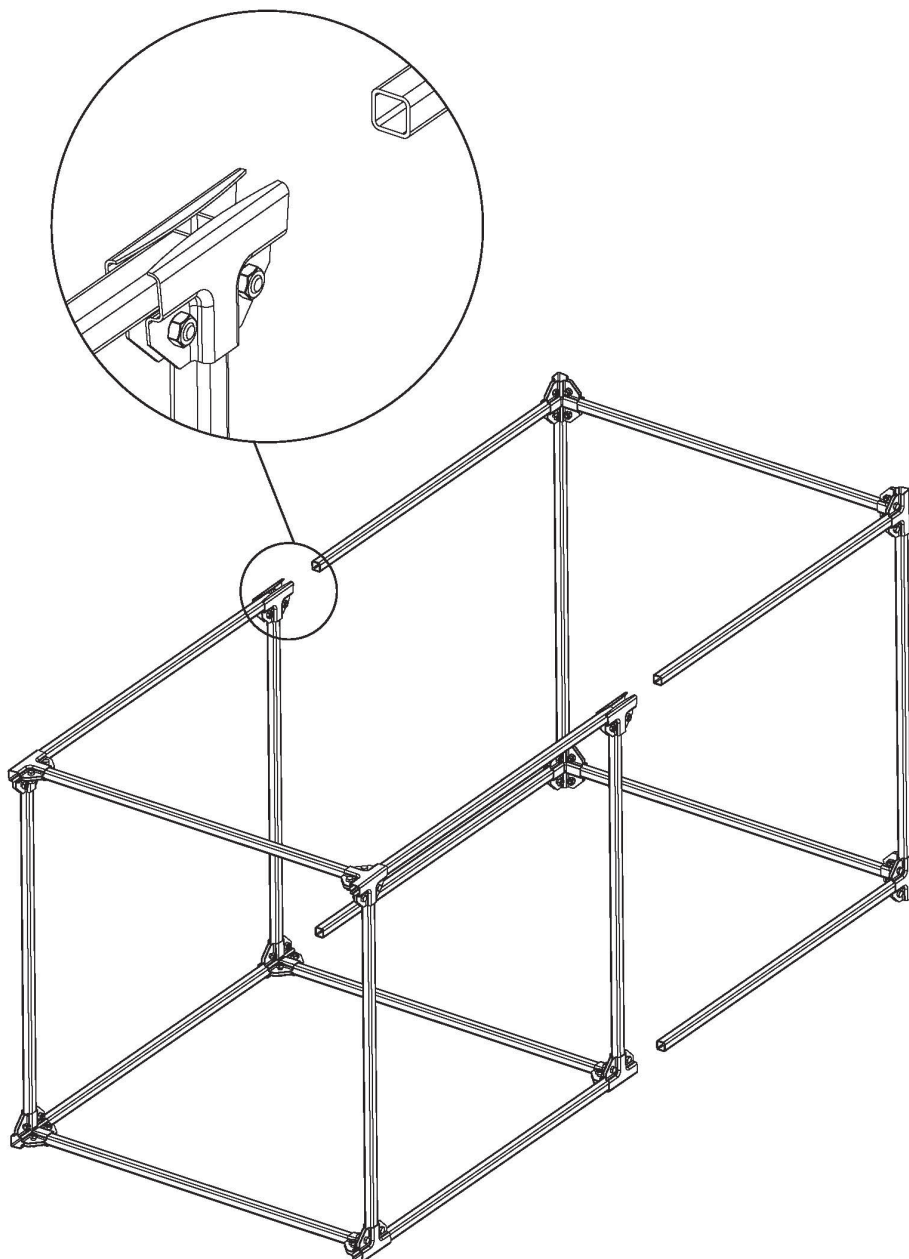

Рис. 9 – Схема расположения перекладин
4. Провести сборку среднего яруса. Для этого необходимо согласно схеме (Рис. 9) скрепить между собой перекладины и стойки с помощью ранее подготовленных скоб. (Рис. 10).